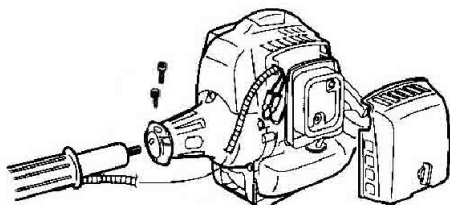

Fig. 3
**Tube - moteur:** (Fig.3). Après l'avoir orienté, connecter le tube au groupe moteur. L'insérer complètement dans le trou de la cloche d'embrayage jusqu'à son arrêt. Bloquer le tube de façon qu'il ne puisse pas sortir du moteur, serrer les deux vis des petits serre-joints.